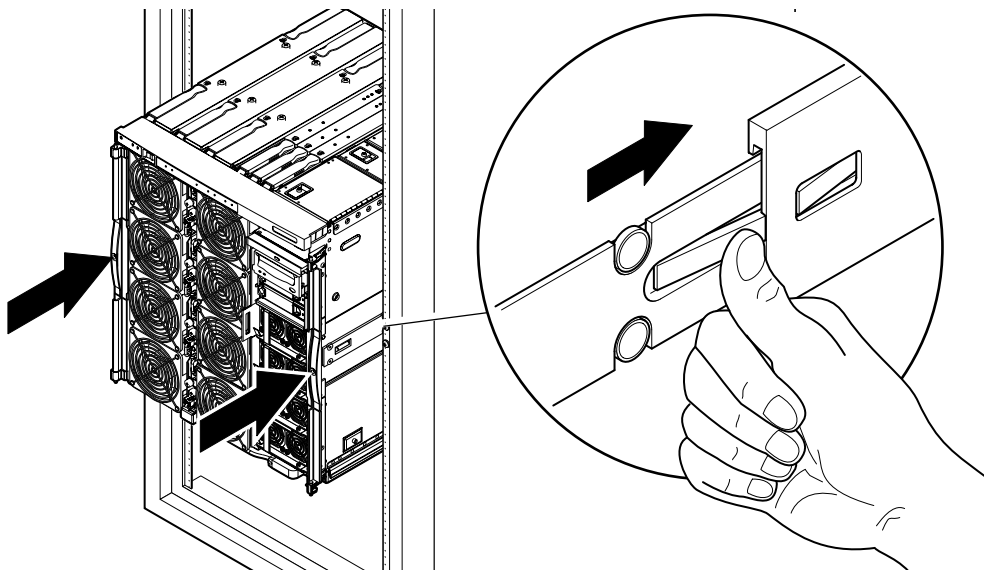

図 1-13 システムキャビネットへのシステムの押し込み
10. 各スライドの緑色のラッチを押して、システムをキャビネットの中へ押し込みます (図 1-13)。